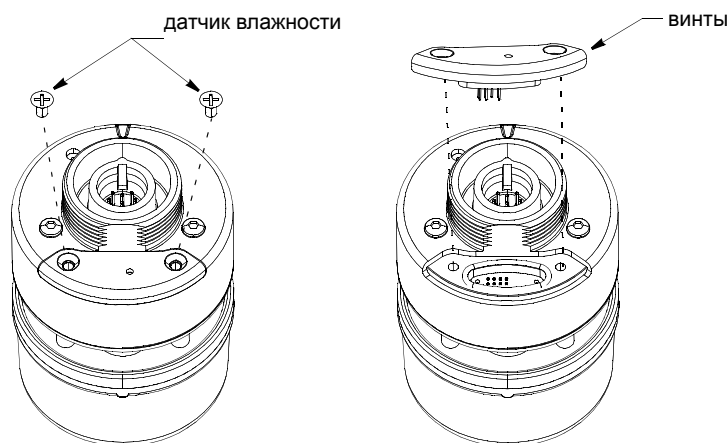

Рисунок 11. Замена датчика влажности
1. Отверните два винта от датчика влажности или заглушки (см. рисунок 11).